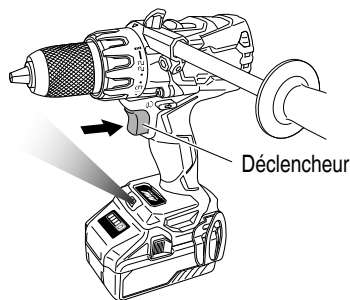

Fig. 19
- Lorsque le commutateur est activé, la DEL illumine automatiquement la pointe de l'outil. (Fig. 19)